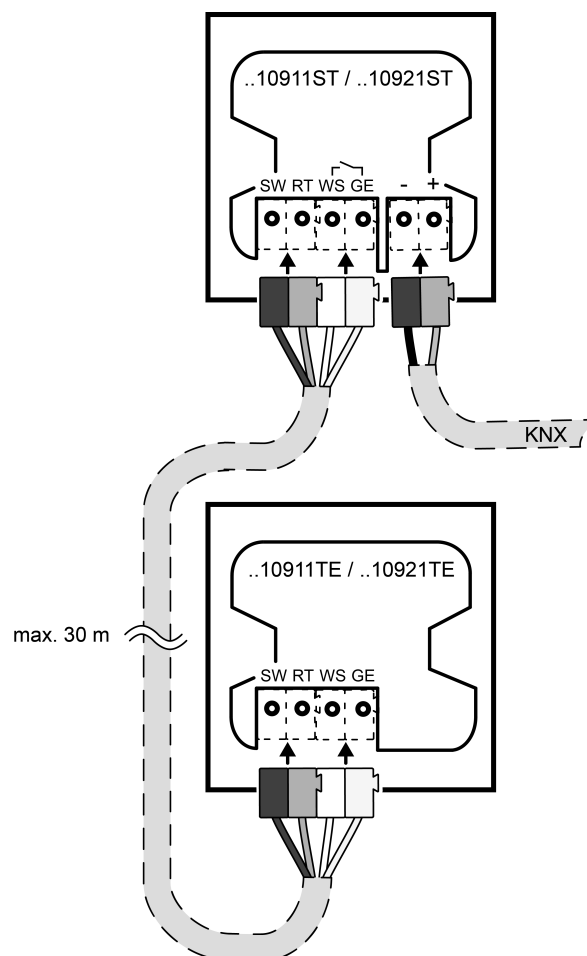

Figure 4: Raccorder le bouton-poussoir d'extension
- En option : raccorder le (voir accessoires) à la borne d'interconnexion (Figure 4).
#### Raccorder le (Figure 4)